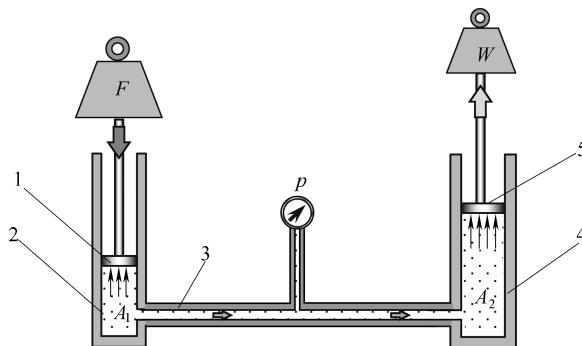

图 1-3 液压千斤顶原理的简化模型
(1) 传递力 图 1-3 所示为液压千斤顶原理的简化模型。它有两个不同直径的液压缸 2、4，且缸内各有一个与内壁紧密配合的活塞 1、5。假设活塞在液压缸内自由滑动(无摩擦力)，且液体不会通过配合面产生泄漏。液压缸 2、4 的下腔通过管道 3 连通，其中充满液体。这些液体被密封在缸内壁、活塞和管道组成的容积中。活塞 5 上有重物 W，则当在活塞 1 上施加的力 F 达到一定大小时，就能使重物 W 上升。也就是说，利用密封容积中的液体可以传递力 F。
(1) 压力的概念 对于密封容器中的液体，当液体表面受外力 F 作用，受力面积为 A 时，液体单位面积所受的作用力大小就是液压力，简称压力，一般用 p 表示，即 $p = \frac{F}{A}$ 。没有作用力就没有压力。
(2) 压力形成及压力特性 如图 1-3 所示，当在活塞 1 上施加外力 F 后，液压缸 2 中的液压油就会通过管道 3 流向液压缸 4，忽略液压油受压缩的微小体积变化，液压缸 4 中的活塞 5 受到重物 W 的阻力，在整个密封的空间里，液压油受到外力的挤压作用。那么，液压油在液压缸 2 中产生的压力 $p_1 = \frac{F}{A_1}$ 。根据帕斯卡定律，这个压力等值传递到液压缸 4 中，则
如图1-3所示，活塞1向下移动 h_1 ，通过液体的能量传递，将使活塞5上升一段距离 h_2 ，很显然 $h_1 \neq h_2$ 。由于不存在泄漏且忽略液体的可压缩性，因此在 Δt 时间内从液压缸2排出的液体，通过管道3完全进入液压缸4中，即 $V_1 = V_2$ 。由于 $V_1 = h_1 A_1$ 、 $V_2 = h_2 A_2$ ，可知 $h_1 A_1 = h_2 A_2$ ，两边同时除以 Δt ，则